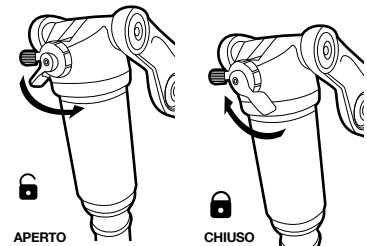

Figura 21. Posizione di apertura e chiusura dell'ammortizzatore
2. Se il lucchetto è aperto, significa che l'ammortizzatore è in posizione di apertura (Figura 21).
2. Se il lucchetto è chiuso, significa che l'ammortizzatore è in posizione di chiusura (Figura 21).
4. Per cambiare la posizione, è sufficiente spostare la leva blu con l'indice nella direzione indicata dalle frecce in Figura 21.